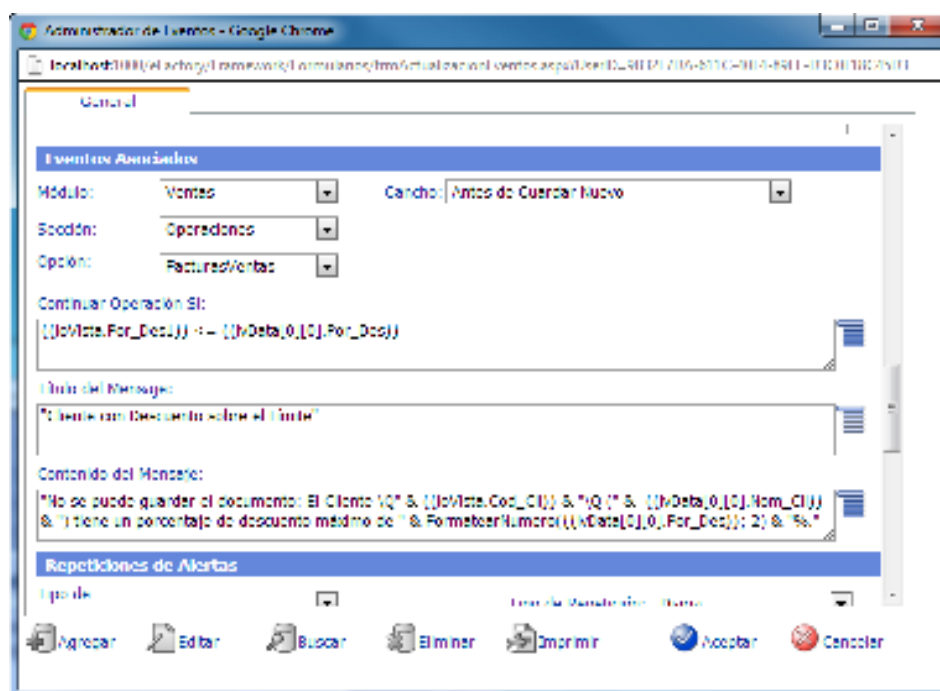

Imagen 13: Administrador de Eventos - Eventos Asociados
- En la sección de Eventos Asociados (Imagen 13) indicaremos que este evento se asocia al Módulo "Ventas", Sección "Operaciones", Opción "FacturasVentas"; e indicaremos que el gancho disparador será "Antes de Guardar Nuevo". Adicionalmente, los siguientes tres campos tendrán las expresiones LIF siguientes: